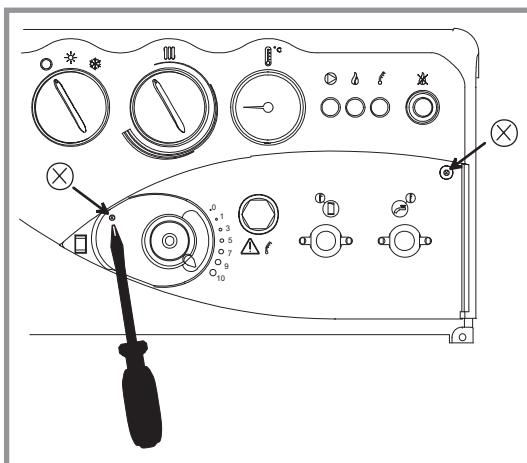
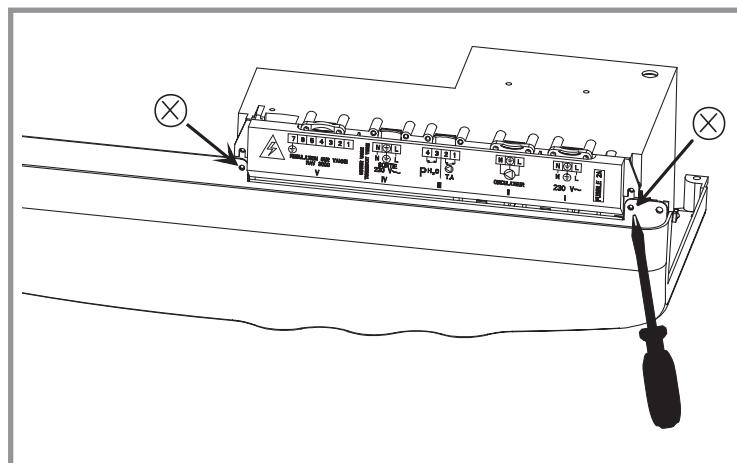

Figure 27
Figure 28
- Enlever les 2 vis derrière le volet (fig. 27) et les 2 vis sur l'équerre (fig. 28).
Pour le remontage effectuer l'opération inverse, fixer d'abord le carter sur l'équerre (fig. 28) puis sur le tableau (fig. 27).